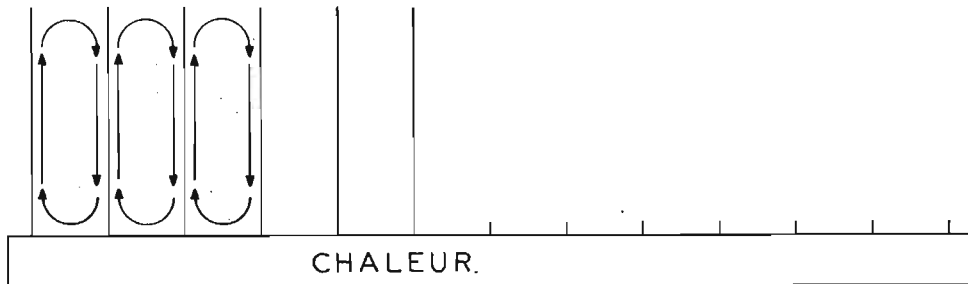

Fig. 6
**Par convection :** Le contact thermique s'effectue par l'intermédiaire d'une faible quantité d'air en mouvement. On voit sur la figure 6 que si les ailettes du radiateur (par exemple) sont insuffisamment rapprochées et de grande surface, l'air qui s'y trouve s'échauffe facilement et tend à s'élever le long des ailettes; il se